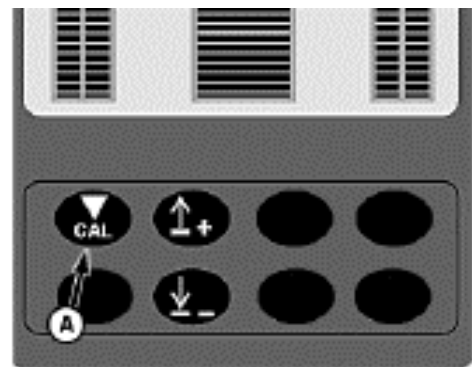

Рис.3.29 – Налаштування витрат матеріалу для системи Harvest Smart: A- кнопка калібрування
Натиснути кнопку калібрування (A) на дисплеї Vision Trak (рис.3.29). Це налаштує втрату матеріалу і задані втрати для системи Harvest Smart.
Відкалібрувати систему, використовуючи кнопку калібрування (А) на дисплеї Vision Trak (рис.3.29).